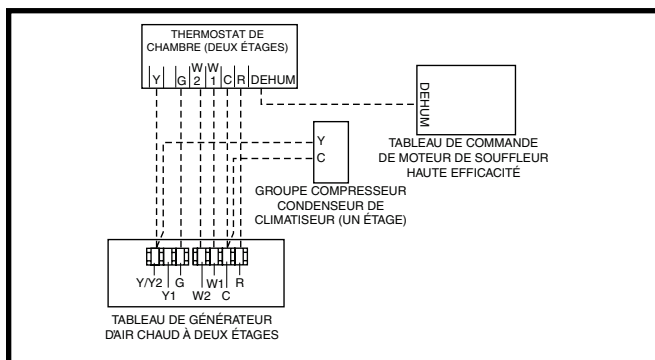
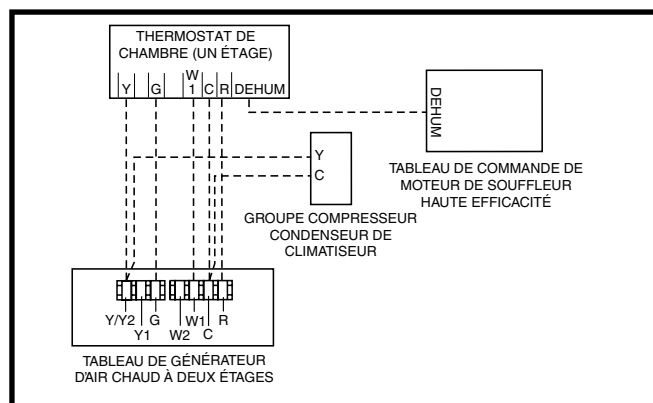
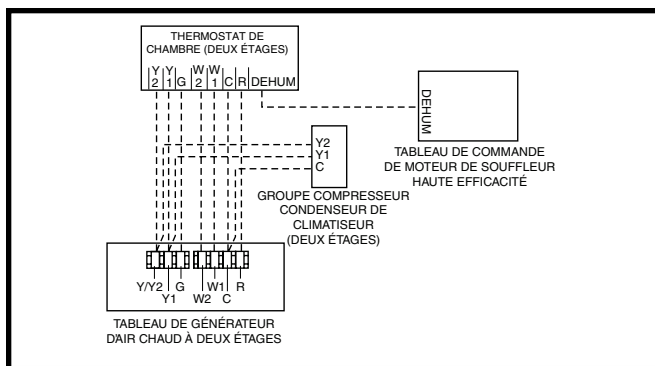

Figure 20. Configuration de câblage 1
Figure 21. Configuration de câblage 2
Figure 22. Configuration de câblage 3
- Brancher la sortie **W** du thermostat à la borne **W1** des tableaux de commande du générateur d'air chaud. Ceci permet au générateur d'air chaud de toujours fonctionner en mode faible puissance. Consulter la Figure 20.
Cette option utilise l'ensemble des capacités de chauffage à deux étages du générateur d'air chaud avec un conditionneur extérieur à un étage. Consulter la Figure 21.
Cette option utilise l'ensemble des capacités de chauffage à deux étages du générateur d'air chaud avec un conditionneur extérieur à deux étages. Consulter la Figure 22 (page 25).
La fonction d'autorégulation permet l'utilisation d'un thermostat à un étage tout en profitant de certains des avantages du fonctionnement d'un générateur d'air chaud à deux étages. Si l'autorégulation est activée, le générateur d'air chaud passe au feu **DOUX** après avoir initialement démarré au feu **ÉLEVÉ**. Après une période de 10 minutes, le générateur d'air chaud passe au feu **ÉLEVÉ**, jusqu'à ce que la charge calorifique soit atteinte. Consulter la Figure 20 \(page 24\) et la section Branchement basse tension à la page 23.
- ✓ Vérifier que tous les fils de thermostat nécessaires sont bien branchés aux fils appropriés de la plaque à bornes de la carte à circuits imprimés. Consulter les Figure 20 (page 24), Figure 21 (page 24) et Figure 22 (page 25).
Les ordres de fonctionnement des modes de chauffage, de refroidissement et de ventilation sont décrits ci-dessous. Vérifier les schémas de câblage d'excitation et de câblage du générateur d'air chaud : Figure 19 \(page 24\), Figure 20 \(page 24\), Figure 21 \(page 24\), Figure 22 \(page 25\) et Figure 30 \(page 39\), Figure 31 \(page 40\), Figure 32 \(page 41\) et Figure 33 \(page 42\).